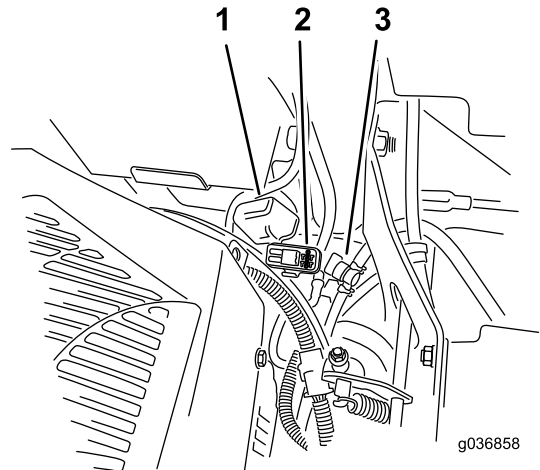

Figura 60
**Nota:** En máquinas MyRide, asegúrese de que el cable de tierra no roza contra el brazo arrastrado ni contra el soporte inferior del amortiguador (Figura 60).
Los fusibles están situados en la consola de la derecha, junto al asiento (Figura 60).
2. Instale un fusible nuevo (Figura 60).